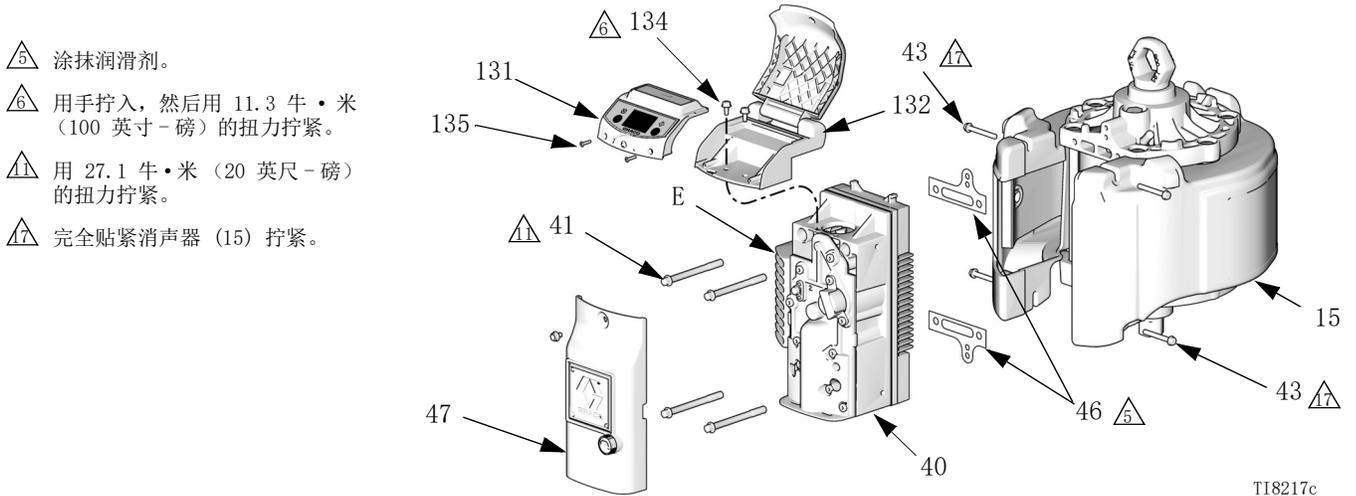

图 9: 卸下空气阀 (所示为带有 DataTrak 模块的型号)
4. 请参见图 9。卸下外阀盖 (47)。
- a. **DataTrak 型号:** 卸下两个螺丝 (135)。小心地卸下 DataTrak 模块 (131)，请参见第 14 页。断开防空打电磁阀电缆和传感器电缆与模块控制板的连接。卸下两个螺丝 (134)，小心地将外罩 (132) 从空气阀上推出。
7. 请参见图 9 (第 21 页)。给垫圈 (46) 涂上润滑脂，并确保其与空气阀 (40) 背面的孔对准。安装空气阀。安装螺丝 (41) 并用 27.1 牛·米 (20 英尺磅) 的扭力拧紧。用手拧入螺丝 (43)，然后将其完全拧紧在消声器 (15) 上。
- ⚠ **重要信息:** 不要长时间扭曲弹簧 (S)。弹簧必须与活塞 (119) 完全贴紧以防止干扰。